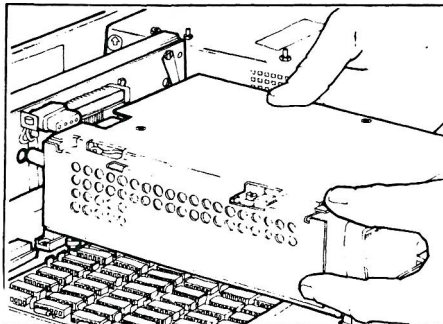

Bild 2.20 Aufstecken des Diskettenlaufwerks (rechts)
- b) Diskettenlaufwerk auf den rechten Steckplatz des Floppy-Haltebügels aufstecken, wobei der Bolzen in die Führung einzuführen ist (Bild 2.20).